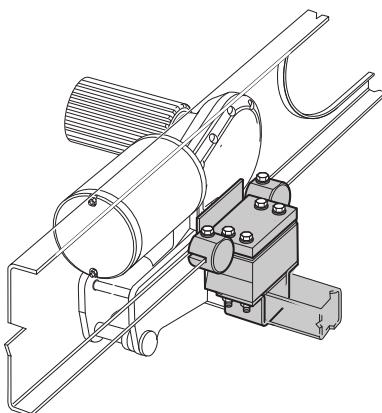

Fig. 25
- Fastgørelsessystemet kort anvendes til chassiser med L-profil og i tilfælde af pladsmangel, f.eks. på grund af underkonstruktioner eller forstyrrende kanter (Fig. 25).